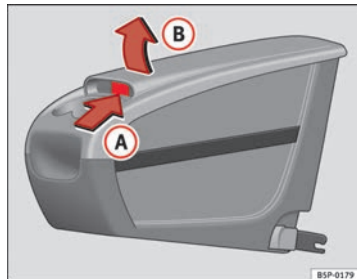

Fig. 115 Cassetto portaoggetti estraibile. Apertura
- Sollevare il coperchio **(B)** utilizzando il pulsante **(A)** ⇒ fig. 115.